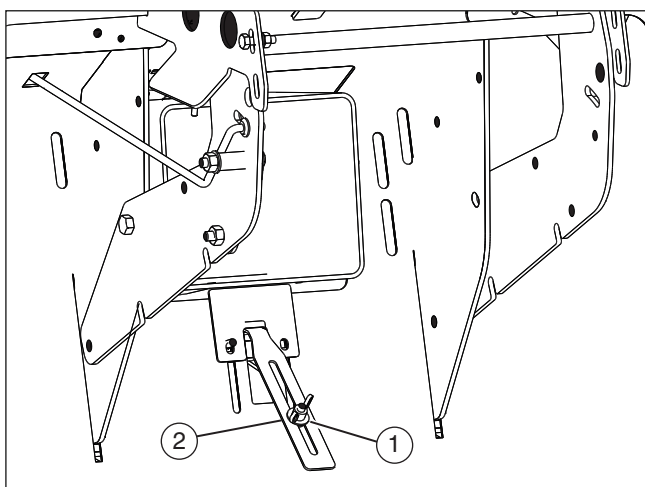

Abbildung 38
Schlosssschraube, Unterlegscheibe und Mutter (1) nach oben schieben, um die zum Auslösen des Alarmtons erforderliche Empfindlichkeit zu verringern (siehe **Abbildung 38**). Schlosssschraube, Unterlegscheibe und Mutter nach unten schieben, um die zum Auslösen des Alarmtons erforderliche Empfindlichkeit zu erhöhen.
1. Schlosssschraube, Unterlegscheibe und Mutter (1) lösen.
2. Schlosssschraube, Unterlegscheibe und Mutter auf dem Alarmhebel (2) nach oben oder unten schieben.